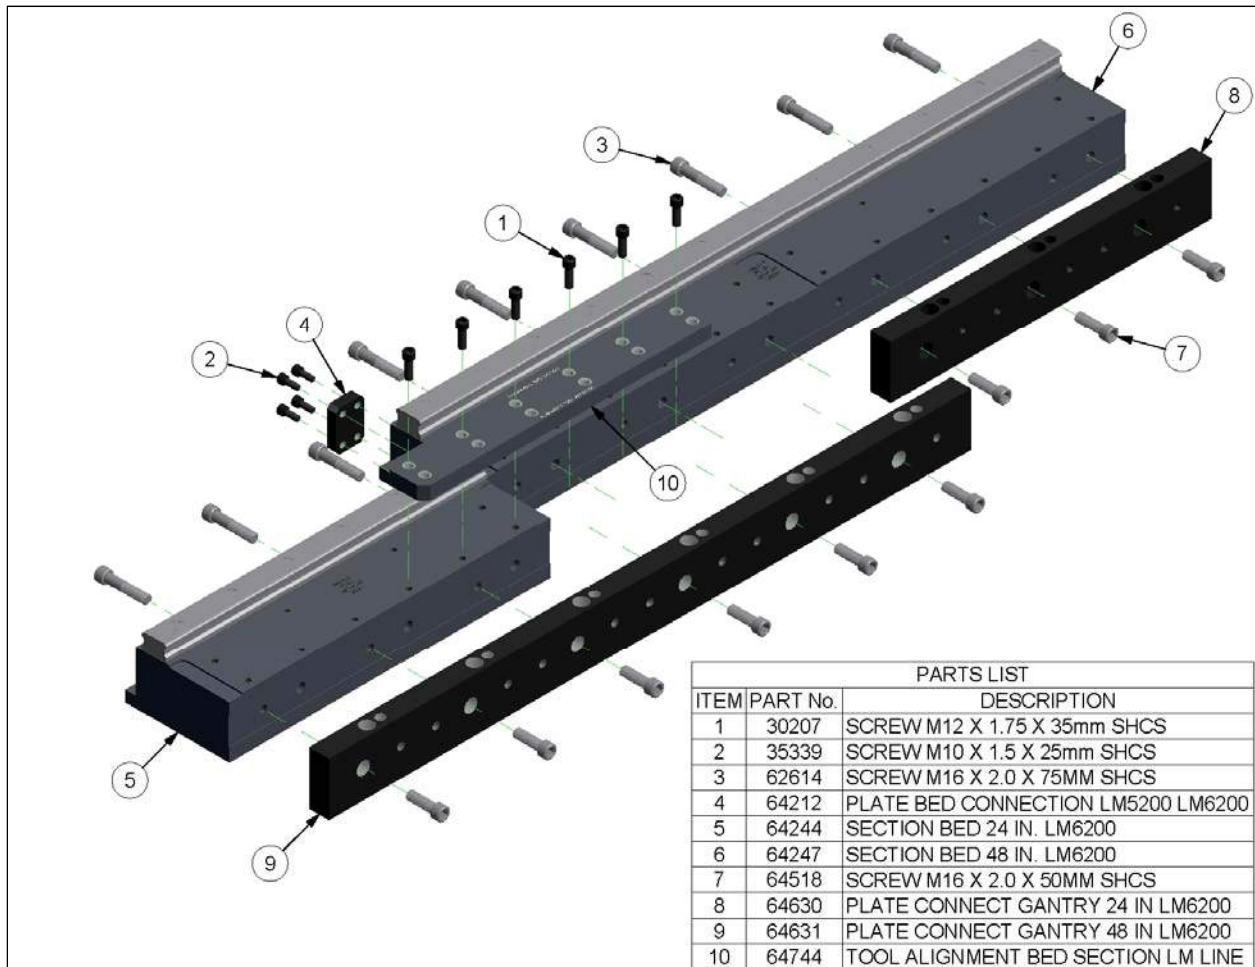

Figura 5
1. Coloque una sección de lecho de 24 pulgadas (609,6 mm), una sección de lecho de 48 pulgadas (1219,2 mm), una placa de conexión de pórtico de 48 pulgadas (1219,2 mm) y una placa de conexión de pórtico de 24 pulgadas (609,6 mm), como se muestra en la Figura 5.
5. Coloque la herramienta de alineación de lecho (Elemento 10) en las secciones mostradas en Figura 5, y apriete los cierres a 65 pies-libra (88,13 Nm).
7. Instale una placa de conexión de lecho (Elemento 4), como se muestra en la Figura 5, y apriete los cierres a 40 pies-libra.